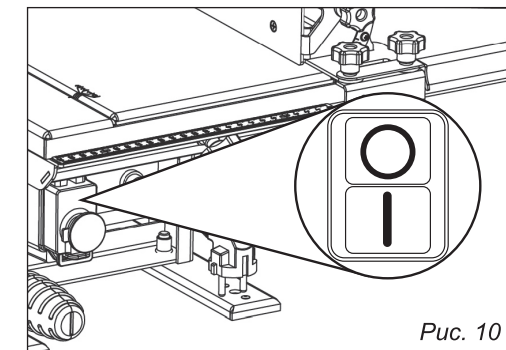

Рис. 10
- Разблокировать и открыть крышку выключателя, коротко нажать на зелёную кнопку (рис. 10).